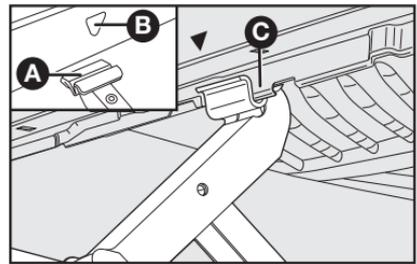

fig. 4
4) Colocar o macaco onde está marcado o símbolo ▼ **B-fig. 4**, perto da roda a substituir, e certificar-se de que a ranhura A do macaco esteja bem encaixada na longarina C.